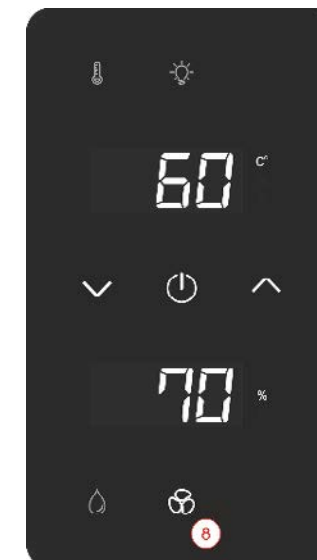

Abb. 13 Einschalten des Lüfters
1. Betätigen Sie „Lüfter-Taste“ (Abb. 13 / Pos. 8).
4. Betätigen Sie erneut die „Lüfter-Taste“ (Abb. 13 / Pos. 8), um den ausgewählten Wert zu speichern.